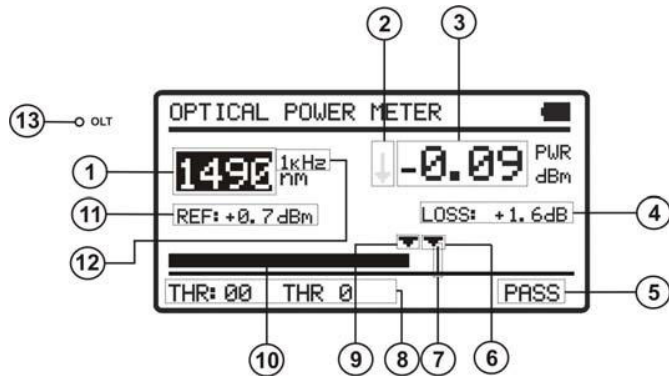

Figure 9.- Écran OPTICAL POWER METER.
3.- Appuyez sur SEL [4] pour entrer à l'écran (voir figure 9.-).